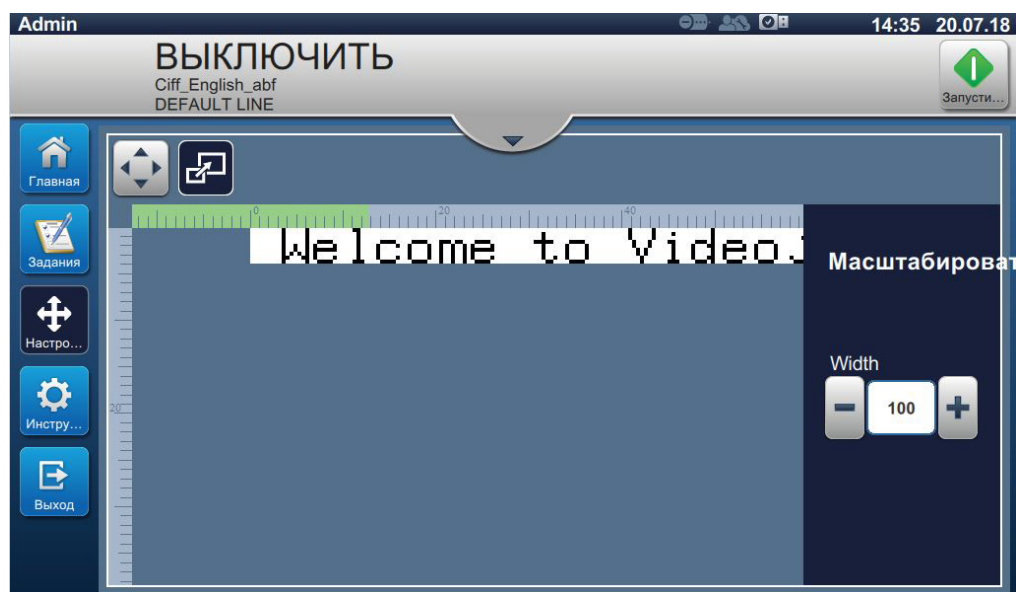

Рис. 4-10: Регулировка с масштабированием
1. Нажмите  кнопку, чтобы отобразить текущее значение разделителя масштаба, как показано на Рис. 4-10.